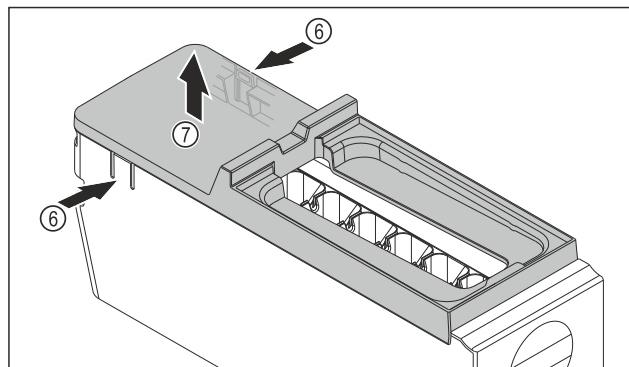

Fig. 173
- ▶ Udtagning af EasyTwist-Ice-legemets afdækning: Tryk på laskerne Fig. 173 (6) på begge sider af EasyTwist-Ice-legemet med den ene hånd.
- ▶ Tag afdækningen Fig. 173 (7) op og ud med den anden hånd.